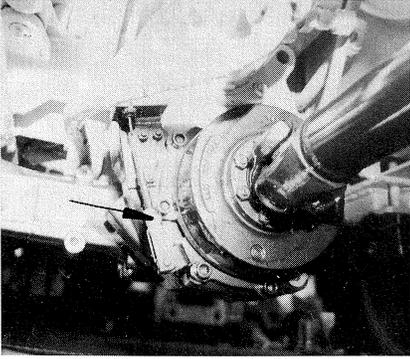

FIG. 57
- Quand le réglage par la poignée tournante s'avère impossible parce que la course de rattrapage est trop longue, effectuer d'abord un réglage d'approche, sur la tête à fourche se trouvant sur le réducteur fig.57/ flèche.